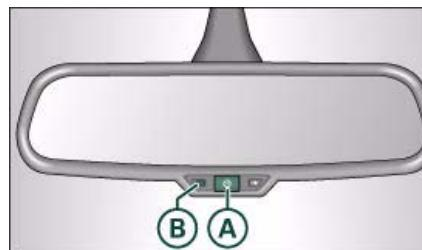

Fig. 48 Retrovisor interior con ajuste automático para posición antideslumbrante*
- Pulse la tecla **A** ⇒ página 52, fig. 48. El testigo de control **B** se enciende. Con la incidencia de la luz, el retrovisor interior y los retrovisores exteriores* se oscurecen (p. ej., luz de faros desde atrás).